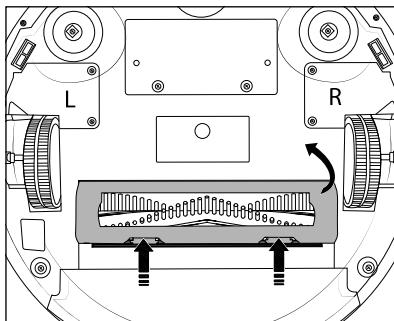

Fig. 14
- ◆ Appuyez sur les deux touches de déverrouillage du cache du rouleau brosse **17** pour le détacher. Retirez le cache du rouleau brosse **17** de l'appareil (voir fig. 14).